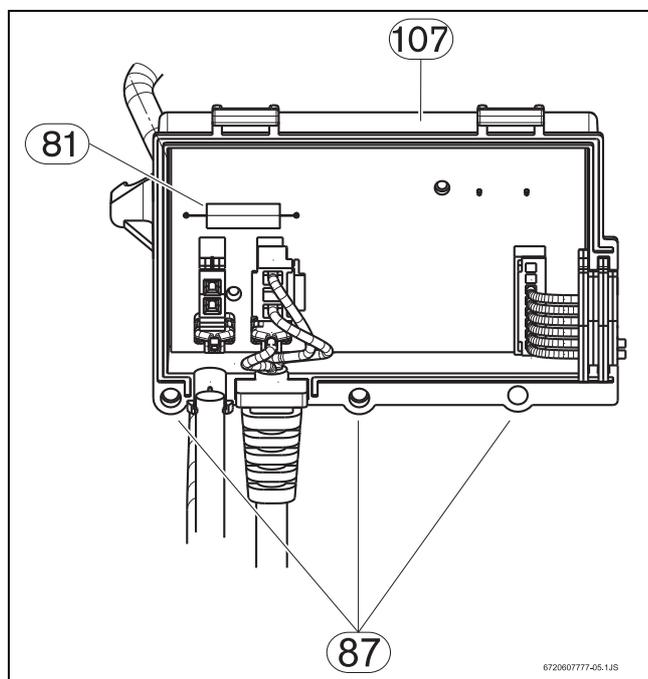

Fig. 13 Caja de comando
- ▶ Retirar los 3 tornillos de la caja (Fig. 13, pos. 87) y retirar la tapa.
- ▶ Sustituir el fusible (Fig. 13, pos. 81), respetando las especificaciones.